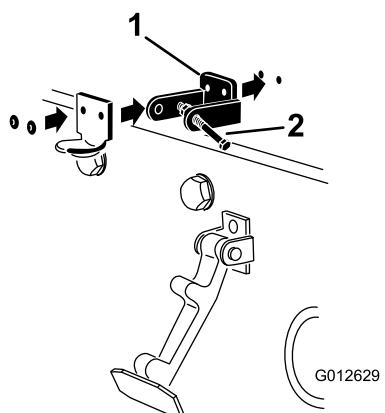

Bild 35
6. Nieten Sie die Halterungen und Scheiben an die Haube (Bild 35).